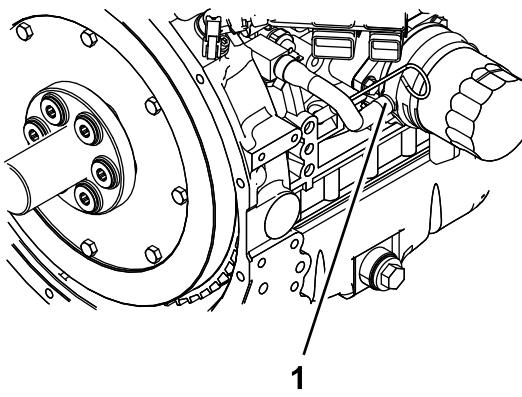

Figura 58
- 6. Retire o tubo do líquido de arrefecimento de óleo e drene-o a partir do bloco do motor (Figura 58).